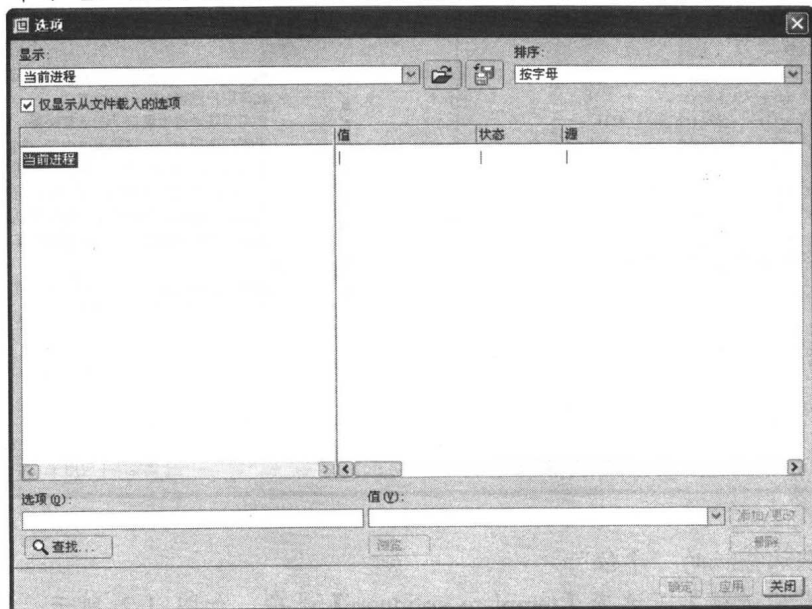

图1-4
(1) 选择菜单命令【工具】/【选项】，出现【选项】对话框，如图 1-4 所示。